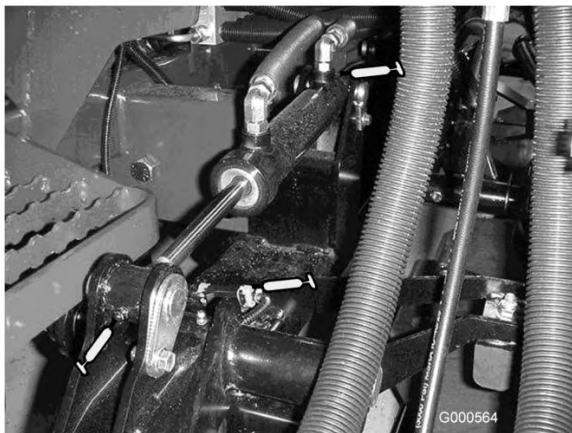

図 27
- ・ 昇降アームのブッシュ (各デッキに1ヶ所) (図 27)
- ・ 昇降シリンダのブッシュ (各デッキに2ヶ所) (図 27)